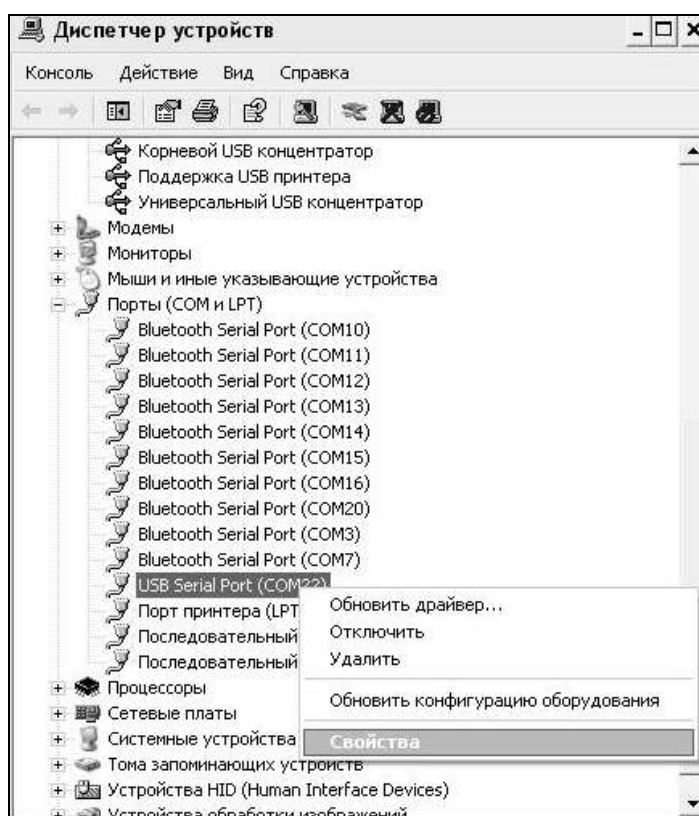

Рисунок 6 – Окно диспетчера устройств
- найти строку «USB Serial Port (COM №)», в скобках указан номер СОМ-порта, если номер в скобках «1» настройка завершена - ничего менять не нужно, если номер не «1» необходимо вызвать окно свойств «USB Serial Port (COM №)» (правой клавишей мыши щелкнуть по строке USB Serial Port (COM №) и выбрать пункт меню «Свойства») (рис. 6).